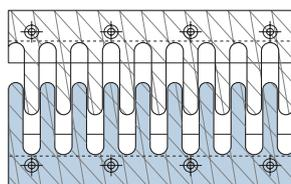

Fig.1
- Las juntas NFT se fabrican bajo pedido y se adaptan al sentido de desplazamiento de la estructura, recto (fig.1) o con esviaje (fig.2).